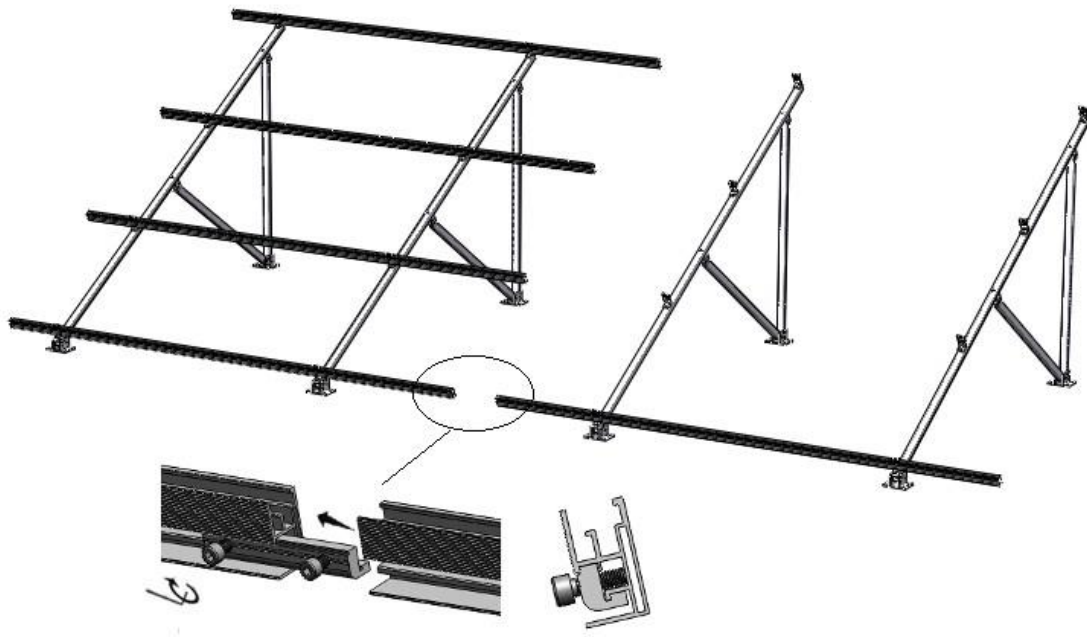

Figura 17
- C). Para conectar varios rieles juntos, deslice los empalmes en la parte trasera de los rieles pre-ensamblados a mitad de la estructura hacia un lado. Fije firmemente el primer perno Allen M8 * 25 con la llave Allen. Ahora deslice el siguiente segmento de riel en el empalme como la **Figura 17**.